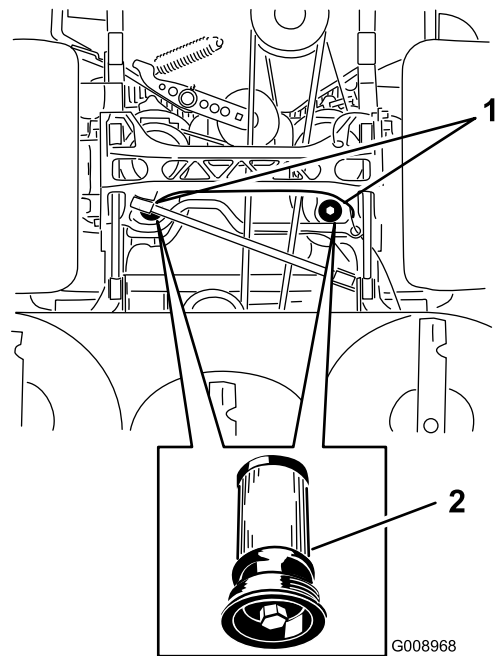

Bild 91
5. Stellen Sie eine Auffangwanne unter den Filter, nehmen Sie den alten Filter heraus und reinigen Sie die Oberfläche (Bild 91).
6. Ölen Sie die Gummidichtung am Ersatzfilter leicht mit Hydrauliköl ein (Bild 91).